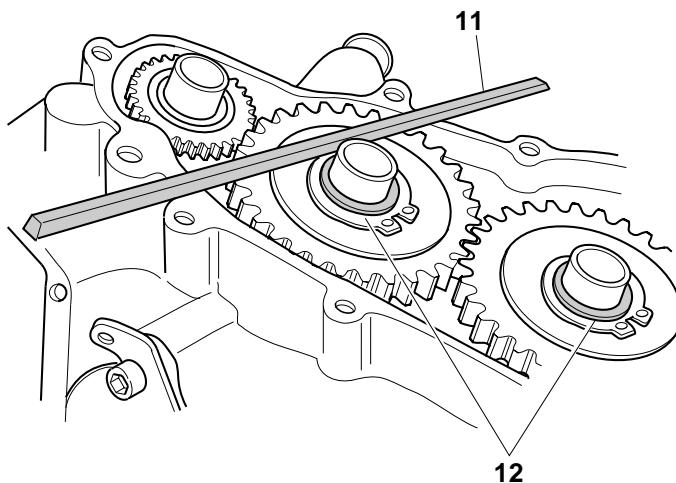

Fig.59
6. Appoggiare un'asta rettificata "11" (Fig.59) sulla superficie lavorata della testa e del cilindro.
7. Verificare la luce tra il lato inferiore dell'asta "11" e la superficie superiore del rasamento "12" come illustrato in Fig.59.
8. Se necessario inserire uno o più rasamenti "12" (Fig.59) di differente spessore sino ad ottenere un movimento non forzato dell'ingranaggio.
6. Leaning a rectified pole "11" (Fig. 59) on worked surface some head and of cylinder.
7. Verifying light between side inferior of pole" 11" and the surface superior of shim "12" how illustrated in Fig. 59.
8. If necessary inserting one or more shims "12" (Fig. 59) of different thickness at obtaining a movement didn't force of gear.
6. Das geschliffene Lineal "11" (Abb. 59) auf die bearbeitete Fläche des Kopfes und des Zylinders legen.
7. Die Lücke zwischen der unteren Seite des Lineals "11" und der oberen Fläche der Scheibe "12" prüfen: siehe Abb.59.
8. Wenn nötig 1 oder mehr Scheiben "12" (Abb.59) von verschiedener Dicke einsetzen bis die leichte Bewegung des Zahnrades erreicht wird.
6. Appuyer une règle rectifiée "11" (fig.59) sur la surface usinée de la tête et du cylindre.
7. Vérifier la "lumière" entre le côté inférieur de la règle "11" et la surface supérieure de la cale "12": voir fig.59.
8. Si besoin est, insérer 1 cale ou plusieurs cales "12" (fig.59) d'épaisseur différente pour obtenir un mouvement agile de l'engrenage.